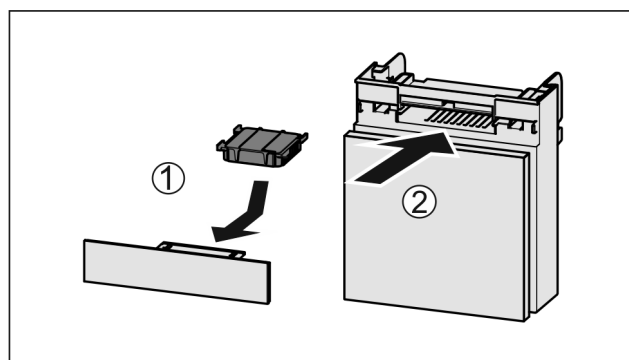

Fig. 128
- Установите фильтр с активированным углем, как показано на рисунке Fig. 128 (1).
- Вставьте отделение Fig. 128 (2).